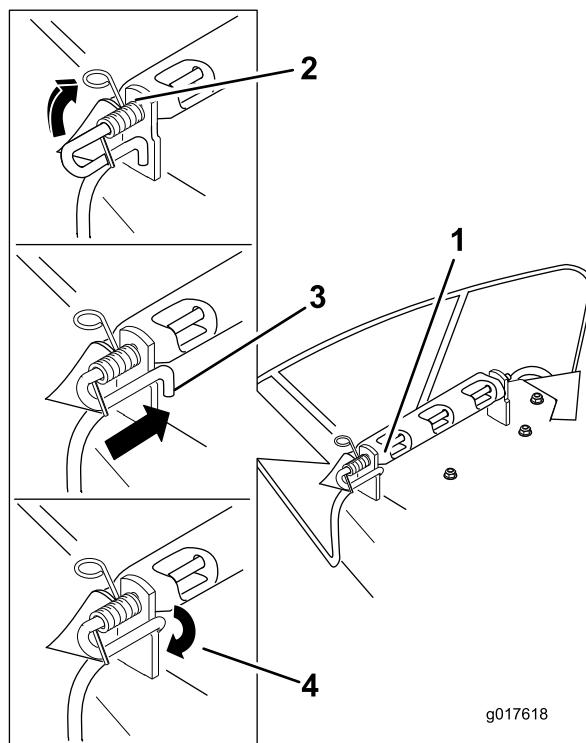

Bild 80
4. Positionieren Sie das neue Auswurfablenkblech mit den Halterungsenden zwischen den geschweißten Halterungen am Mähwerk, wie in Bild 80 abgebildet.
6. Positionieren Sie die Feder auf die Stange so, wie in Bild 80 abgebildet, dass das kürzere Federende unter der Stange vor der Biegung verläuft und über der Stange ist, wenn sie von der Biegung zurückkommt.
7. Heben Sie das Schleifenende der Feder an und setzen es in die Kerbe an der Ablenkblechhalterung (Bild 80).
8. Befestigen Sie die Stange und Feder, indem Sie diese so drehen, dass das kurze Ende der Stange hinter die vordere Halterung passt, die an das Mähwerk geschweißt ist (Bild 80).